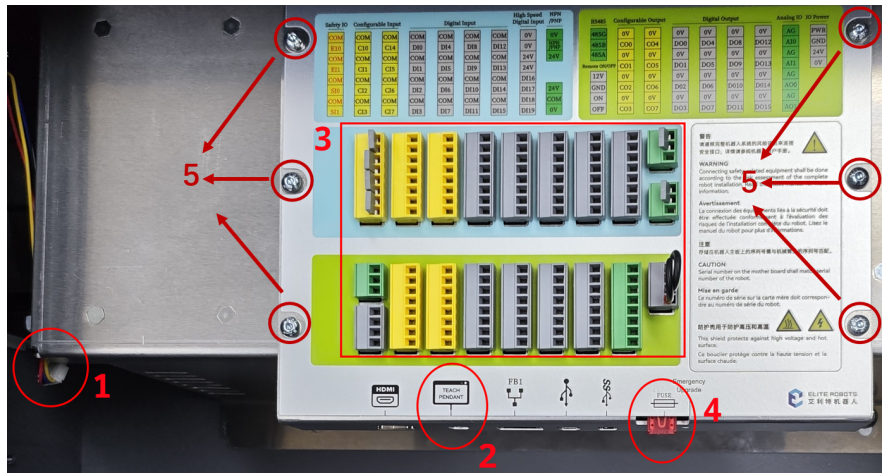

图 3-24: 拆除或断开位置
2. 拆除或断开如下部位，如图 3-24所示；
11. 接上风扇的连接线，插上示教器线缆，插上保险丝和 I/O 插头，如图 3-24所示；